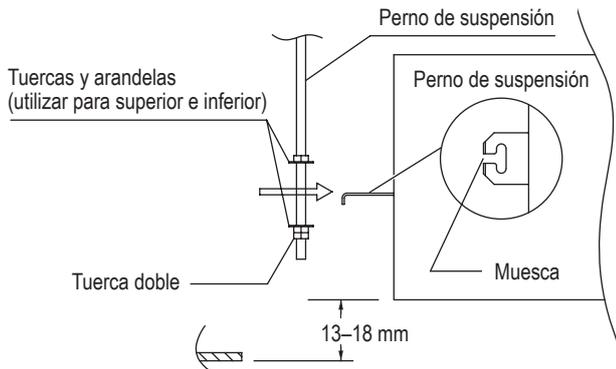

Fig. 2-5
- (3) Enroscar las 3 tuercas hexagonales y las 2 arandelas (de suministro local) en cada uno de los 4 pernos de suspensión (Fig. 2-5) Usar una arandela y una tuerca en el lado superior y 2 tuercas y 1 arandela por abajo, para asegurar que la unidad no se va a caer de los enganches de suspensión.